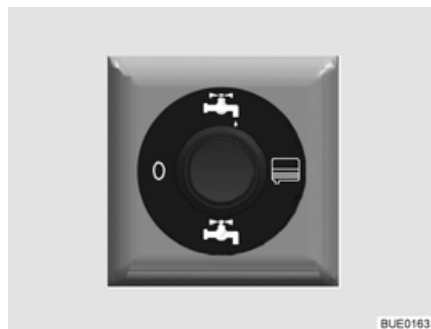

Fig. 197 Commutateur de commande du robinet de vidange à commande électrique (partiellement équipement spécial)
- Appuyer sur la partie supérieure du commutateur de commande (Fig. 197). Les eaux usées sont évacuées.
- Appuyer sur la partie inférieure du commutateur de commande (Fig. 197) une fois que les eaux usées se sont complètement écoulées.
- Placer le commutateur de commande (Fig. 197) en position "0" (hors circuit).